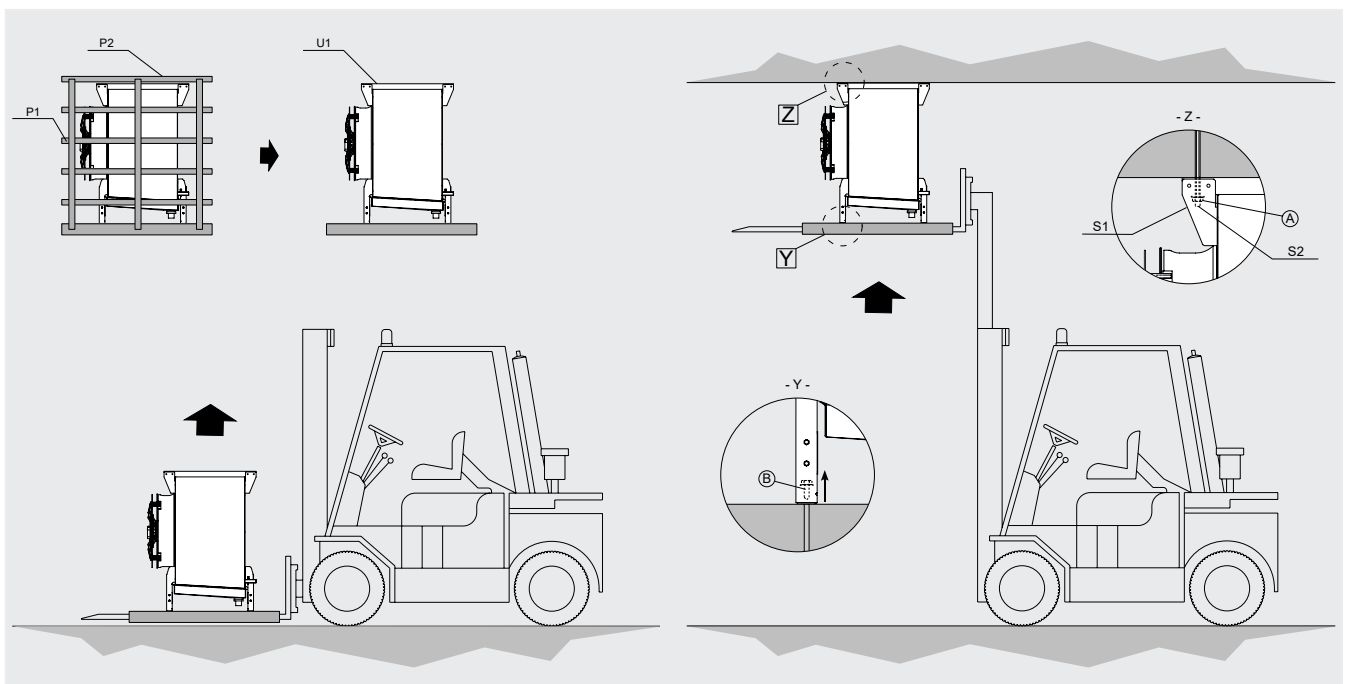

Abbildung 4
- 5.12 Anleitung zur Deckenmontage - siehe Abbildung 4: